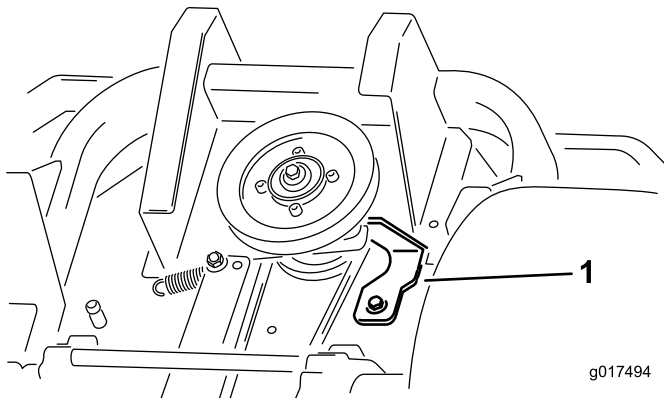

Figure 59
5. Déposez la butée d'embrayage (Figure 59).
9. Reposez la butée d'embrayage (Figure 59).